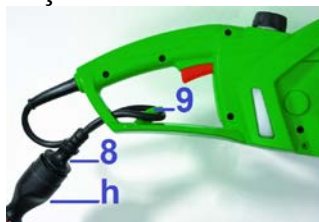

Fig.9
1. Connecter le câble électrique (8) à un cordon prolongateur (h) (non fourni) (Fig.9).
2. Attacher le cordon prolongateur au support de câble (9) pour éviter tout endommagement en cas de contrainte excessive (voir Fig.9).